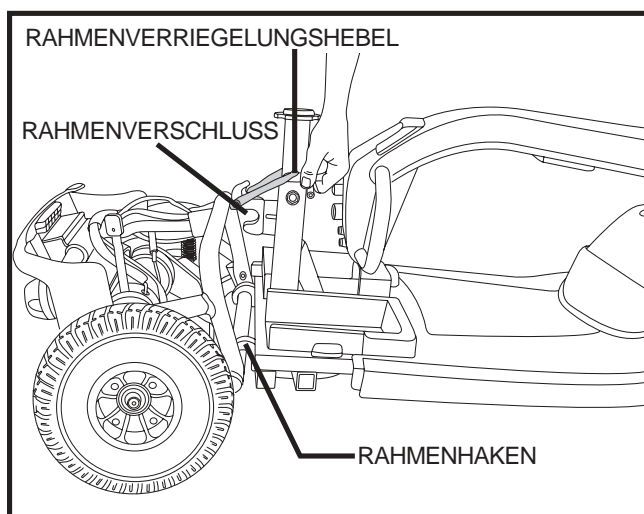

Abb. 22. Rahmenentsicherung
2. Ziehen Sie den Rahmenverriegelungshebel nach oben. Siehe Abb. 22.
3. Heben Sie das Vorderteil nach oben, bis sich die Rahmenhaken des vorderen Rahmenteils vom hinteren Teil löst. Siehe Abb. 22.
3. Befinden sich die Rahmenhaken über der unteren Rahmenstange, senken Sie das Vorderteil komplett ab. Damit wird der Rahmenverschluß aktiviert. Siehe Abb. 22.